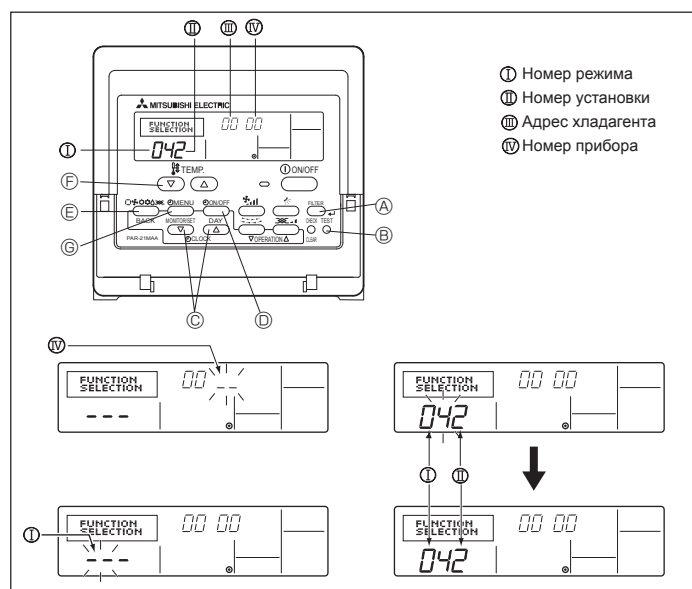

Fig. 6-9
1) Для проводного пульта дистанционного управления (Fig. 6-9)
- ① Перейдите в режим установки функций.